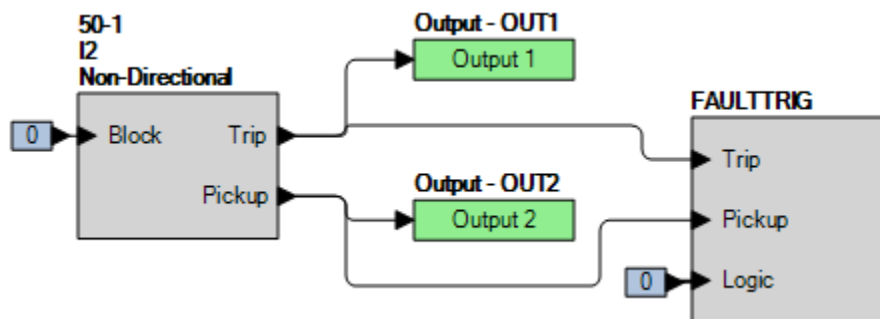

Figura 63-3. Ajustes de BESTlogicPlus (Modo I2)
Paso 2: Utilice BESTCOMSP*Plus* para configurar la Lógica programable de BESTlogic*Plus*, como se muestra en la Figura 63-3.
Paso 4: Prepárese para monitorear la operación de la función 50-1. El funcionamiento se puede verificar monitoreando OUT2 (consulte la Figura 63-3).